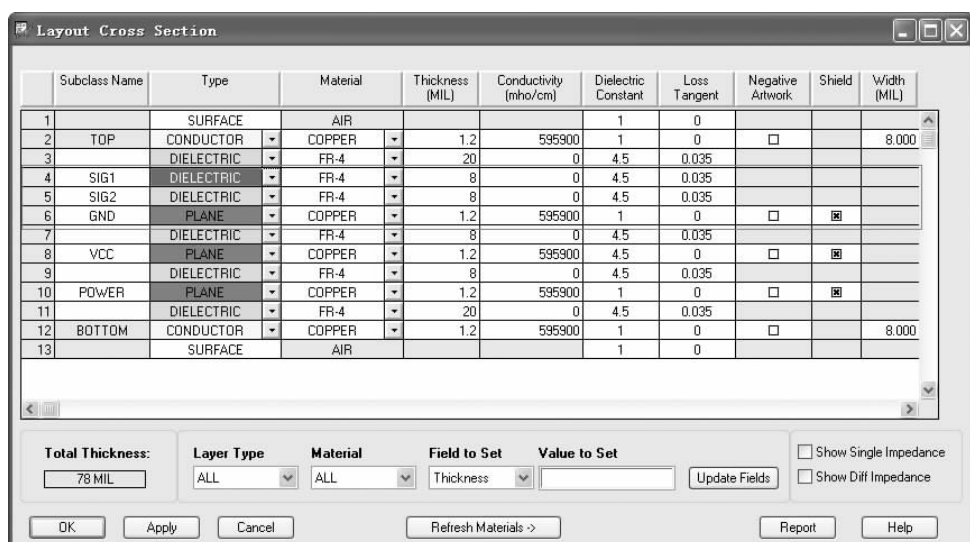

图 12-25 “Layout Cross Section” 对话框（二）
2) 在对话框列表内右击鼠标，在弹出的菜单中选择“Add Layer（增加层）”命令，添加两个布线内层，并修属性，如图 12-25 所示。